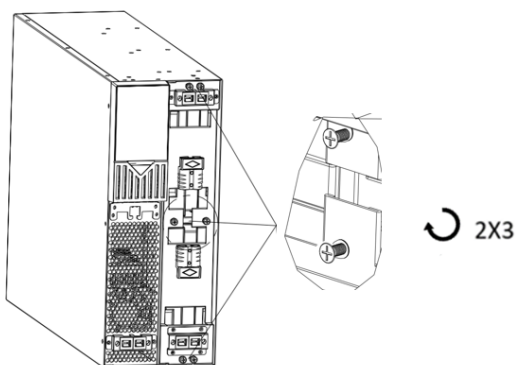

Figure 14
5. Remplacez le support de retenue de la batterie (FIG. 14)